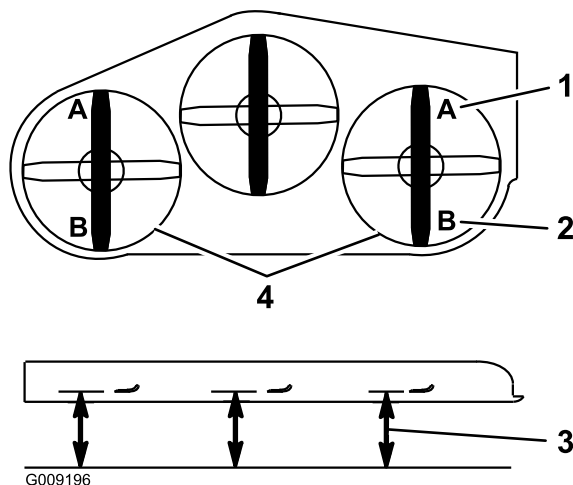

Figure 100
- De chaque côté du tablier de coupe, mesurez la distance entre la surface plane et la pointe avant de la lame (position A), comme montré à la Figure 100.
15. De chaque côté du tablier de coupe, mesurez la distance entre la surface plane et la pointe arrière de la lame (position B), comme montré à la Figure 100.